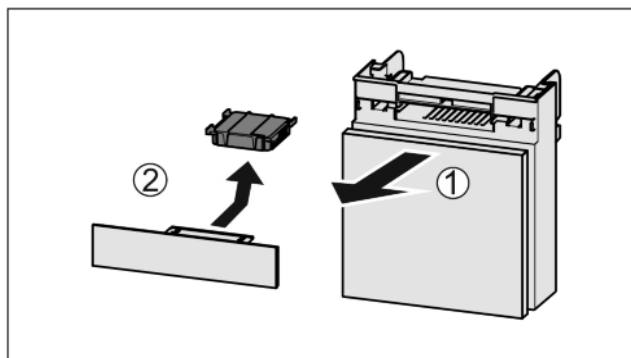

Fig. 44
- ▶ Predal izvlecite Fig. 44 (1) naprej.
- ▶ Odstranite Fig. 44 (2) aktivni ogljeni filter.